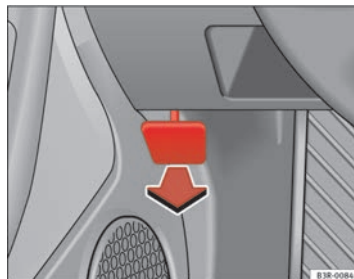

Fig. 175 Dettaglio del vano piedi sul lato del conducente: leva per l'apertura del cofano del vano motore.
- Tirare la leva situata sotto il cruscotto nella direzione della freccia (⇒ fig. 175).